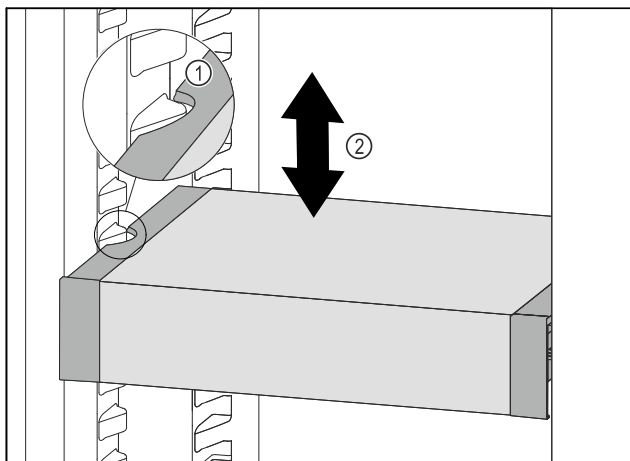

Fig. 96
- ▶ Тяните VarioSafe вперед, пока боковые выемки VarioSafe не окажутся на высоте выступа резервуара в холодильном отделении. Fig. 96 (1)
- ▶ Двигайте VarioSafe в холодильном отделении вверх или вниз, пока не будет достигнута требуемая высота. Fig. 96 (2)